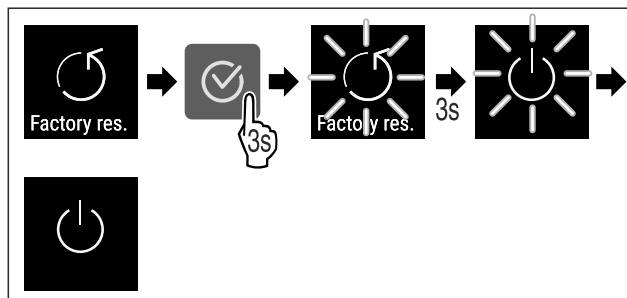

Fig. 102
- ▶ Obavite korake postupka (pogledajte Fig. 102).